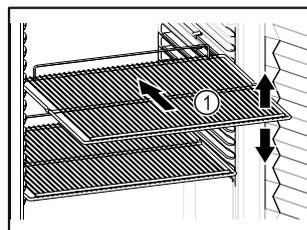

Fig. 78 Immagine a titolo di esempio
- Se è possibile spostare i ripiani Fig. 78 (1), regolarli in altezza.